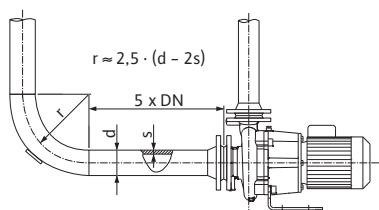

Рис. 3: Участок выравнивания потока перед и за насосом
- Перед и за насосом следует предусмотреть наличие участка выравнивания потока в форме прямого трубопровода. Длина данного участка должна составлять как минимум  $5 \times DN$  фланца насоса (см. рис. 3). Данная мера служит для предотвращения кавитации в потоке.